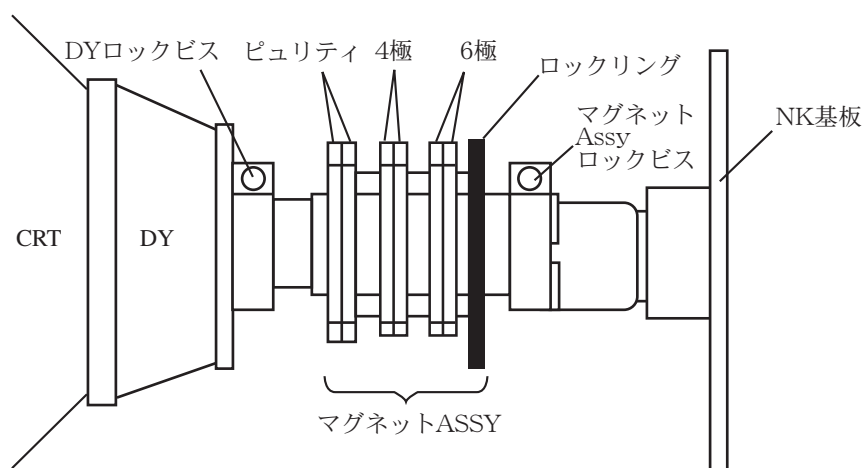

図1-4
(4) 各マグネットの構成は図1-4のようになっています。
調整でマグネットをずらした場合は、図1-4で示す位置に固
- (4) 調整後は、ロックリング(図1-4参照)で各マグネットを固定します。